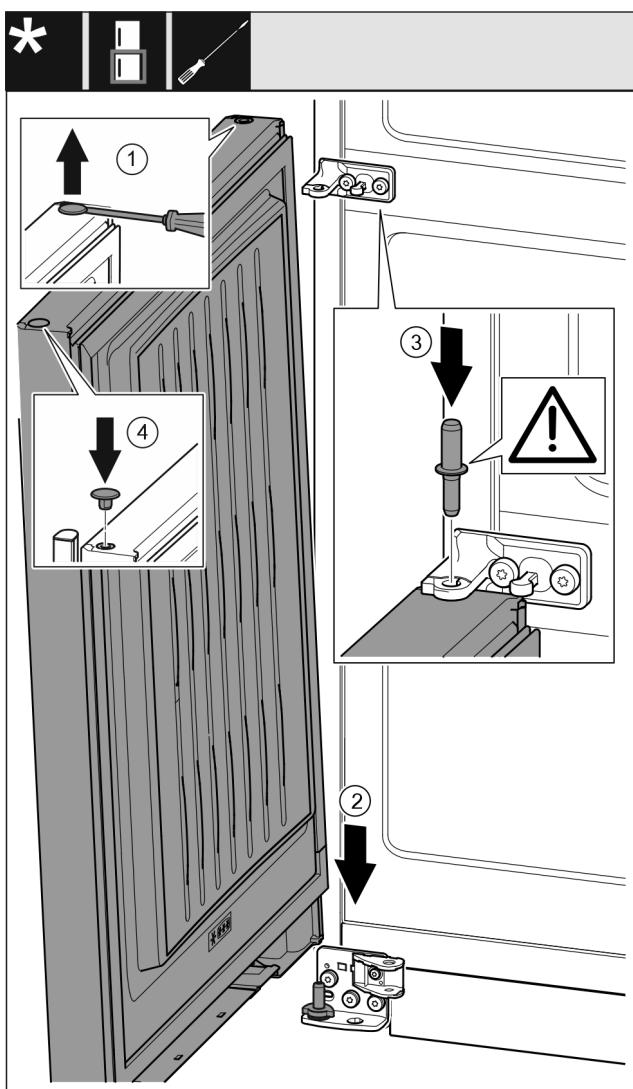

Fig. 43
- ▶ Zátku Fig. 43 (1) opatrně nadzvedněte plochým šroubovákem a vytáhněte.
- ▶ Dveře Fig. 43 (2) nasadte shora na dolní ložiskový čep.
- ▶ Prostřední ložiskový čep Fig. 43 (3) vložte do dolních dveří přes prostřední stojan ložiska. Přitom dávejte pozor, aby zajišťovací vačka směřovala dozadu.
- ▶ Zátku Fig. 43 (4) opět vložte na druhé straně dveří.